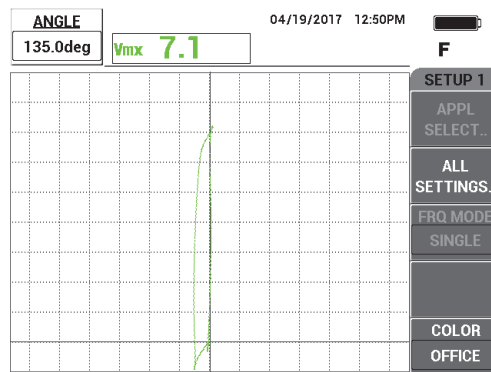

図 5-234 信号位相の調整
3. 位相キーを押し (\angle), ホールの信号が垂直になるように信号を回転させます (296 ページの図 5-234 参照)。